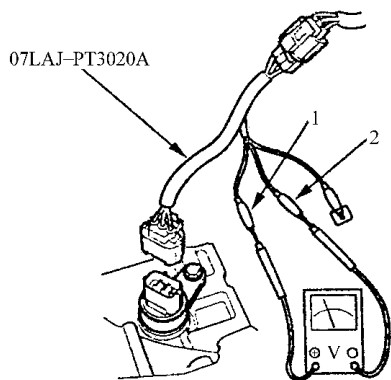

图 12-41 测量是否为蓄电池电压值
5) 如图 12-41 所示，将 WHT (白色)测试线束夹连接到电压计的正极探针上，将 RED (红色)测试线束夹连接到负极探针上。